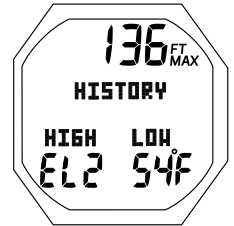

Fig. 56 - ÉCRAN HISTORY 2
**ÉCRAN HISTORY 2** (pas d'affichage si aucune plongée enregistrée) : paramètres affichés (Fig. 56)